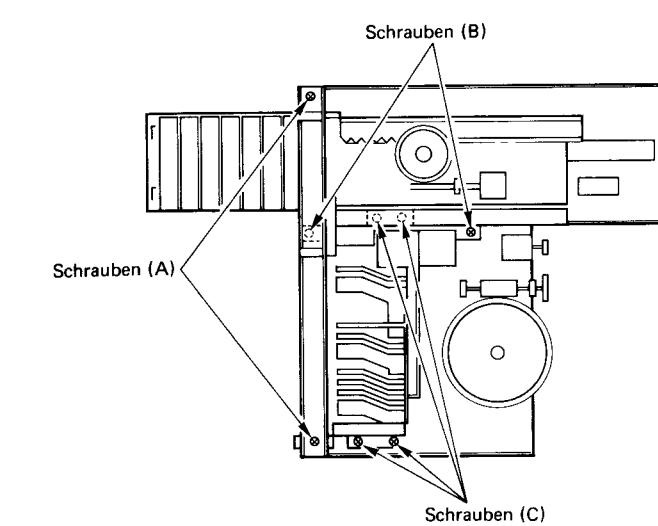

Abb. 5
- 1) Die beiden Schrauben (A) und danach die Cassetten-transportschiene entfernen.
- 2) Die beiden Schrauben (B) und danach den Cassettenhalter entfernen.
- 3) Die vier Schrauben (C) entfernen. (Abb. 5)